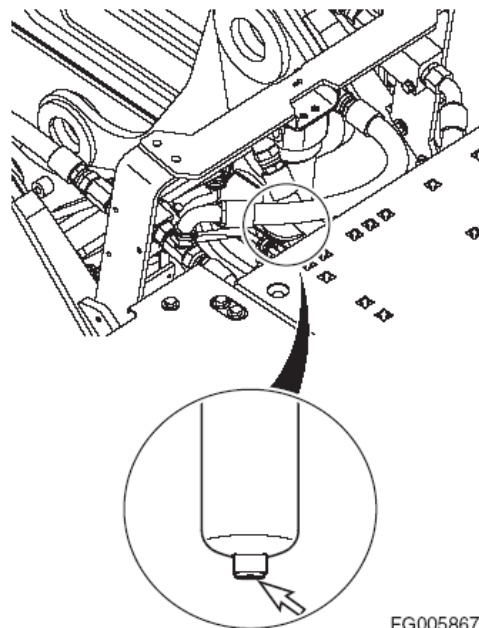

Рис. 46
3. Определить место расположения узла фильтра дробилки. (Рис. 46).